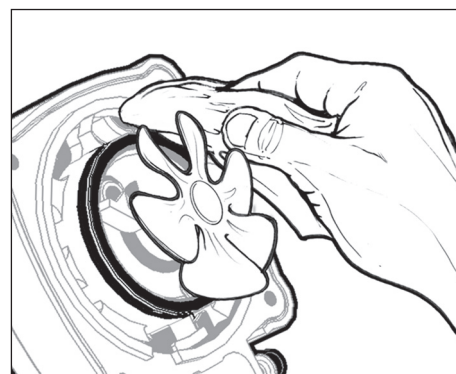

Figure 8
4. Avec un chiffon propre, essuyer tout restant de nettoyant et/ou de saletés restants. S'assurer que la rainure du joint torique et de la bougie est entièrement nettoyée et qu'elle ne comporte pas de débris (voir la figure 8). Répéter les étapes 3 et 4 pour retirer toute saleté ou tout résidu restant.